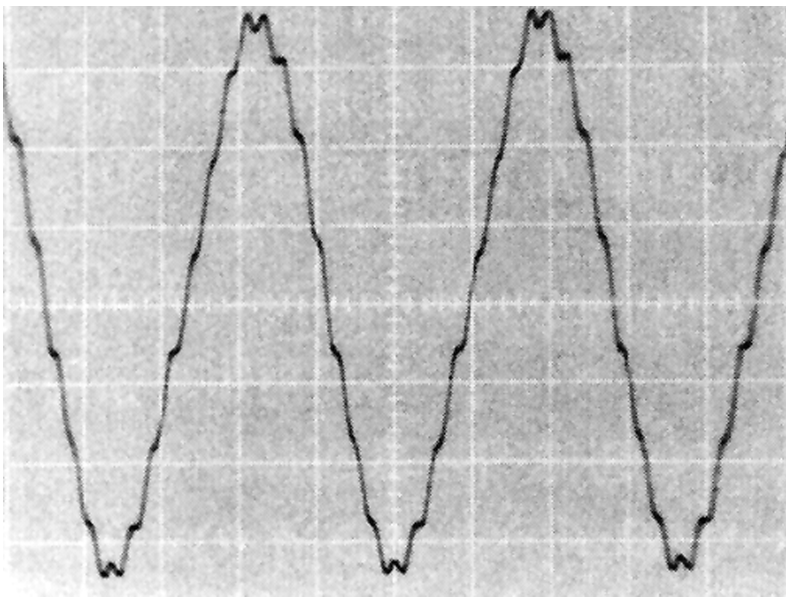

图 6-9 T01-T06 升压变压器外壳感应波形
3) 测量升压变压器和输出插座的电压和波形。由于升压变压器的输出波形电压达千伏上下, 如果电压表或示波器的量程不足, 可采用间接测量的方法。将电压表的黑表笔或示波器探头接地线接地, 用电压表的红表笔或示波器探头靠近升压变压器的高压输出端, 一般数字万用表可感应出 150 ~ 450V 的交流电压, 示波器可感应出 20 ~ 40V 的交流电压波形, 如图 6-9 所示。如果波形和电压偏低, 多为升压变压器局部短路或灯管电路漏电; 如果故障波形和电压偏高, 多为灯管电路发生开路故障, 造成高压空载所致。